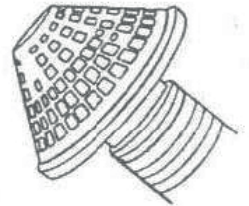

Fig. 30
- c) Comprobar que el filtro esté regulado (Fig. 30)